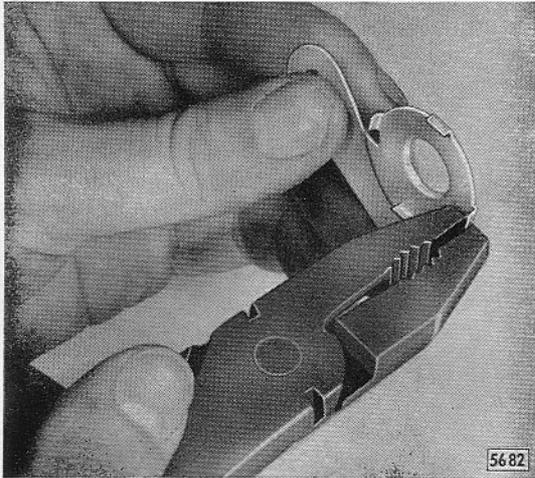

Bild B 17 - Nasen am Verdrehsicherungsblech etwas aufbiegen
8. Bei losem Sitz des Verdrehsicherungsbleches sind die vier Nasen am Blech etwas aufzubiegen (Bild B 17). Die Sicherungsbleche für die Kolben eines Bremssattels **sind verschieden** und dürfen nicht verwechselt werden.